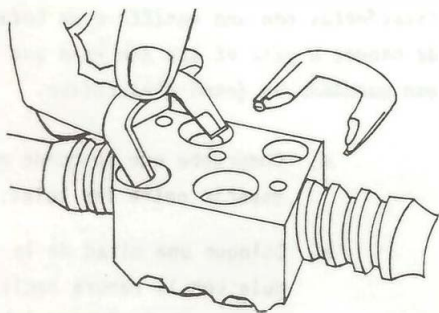

Fig. 24
- h. Sujete entre el pulgar y el índice las dos mitades de la guía (fig. 24) y tape los agujeros con grasa consistente, para evitar que se salgan las bolas.